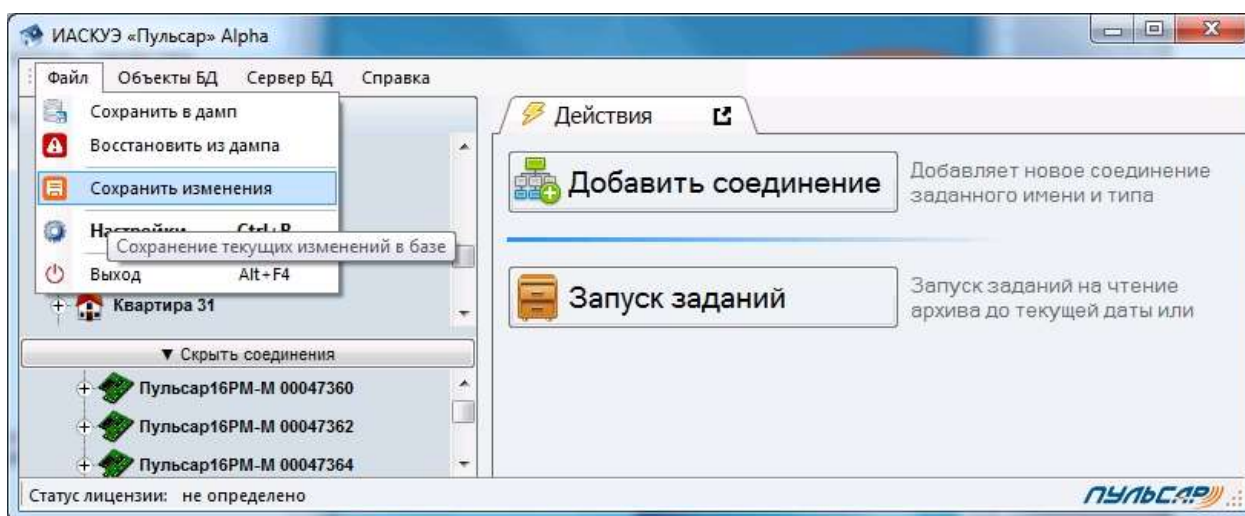

Рисунок 4. Сохранение изменений
**Важно!** Перед остановкой необходимо произвести сохранение изменения, используя пункт меню «Файл» -> «Сохранить изменения» (рисунок 4).